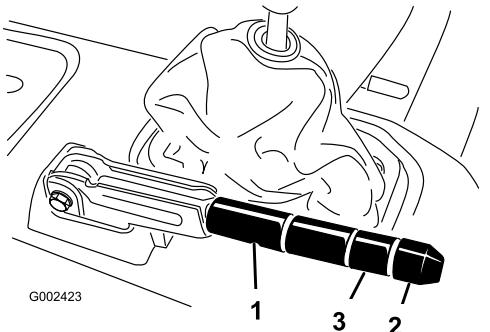

Figura 67
2. Afloje el tornillo de fijación que sujetá el pomo a la palanca del freno de estacionamiento (Figura 67).